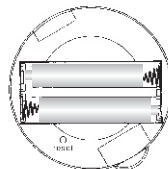

Bild 5. Reset (termometersensor)
3. Tryck på **reset** i batteriluckan med ett spetsigt föremål som ett gem (bild 5).